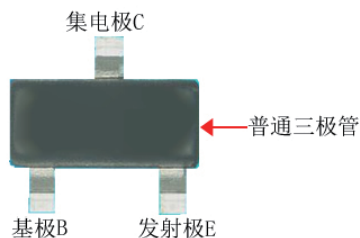
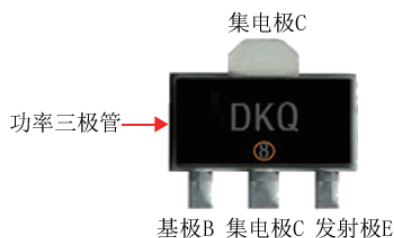

图 2-41 普通三极管的外形结构
图 2-42 功率三极管的外形结构
将三极管平放在桌面上，焊盘向下，单独引脚的一边在上方，摆放方式如图 2-41 所示，上边只有一个引脚的是集电极 (C)，下边左侧的引脚是基极 (B)，右侧的引脚是发射极 (E)。
(2) 功率三极管
贴片功率三极管一般有 4 个引脚，如图 2-41、图 2-42 所示，上面最宽的那一个引脚是集电极，下面引脚从左到右依次是基极 (B)、集电极 (C)、发射极 (E)。两个集电极是连在一起的，上面的集电极其实是散热片。